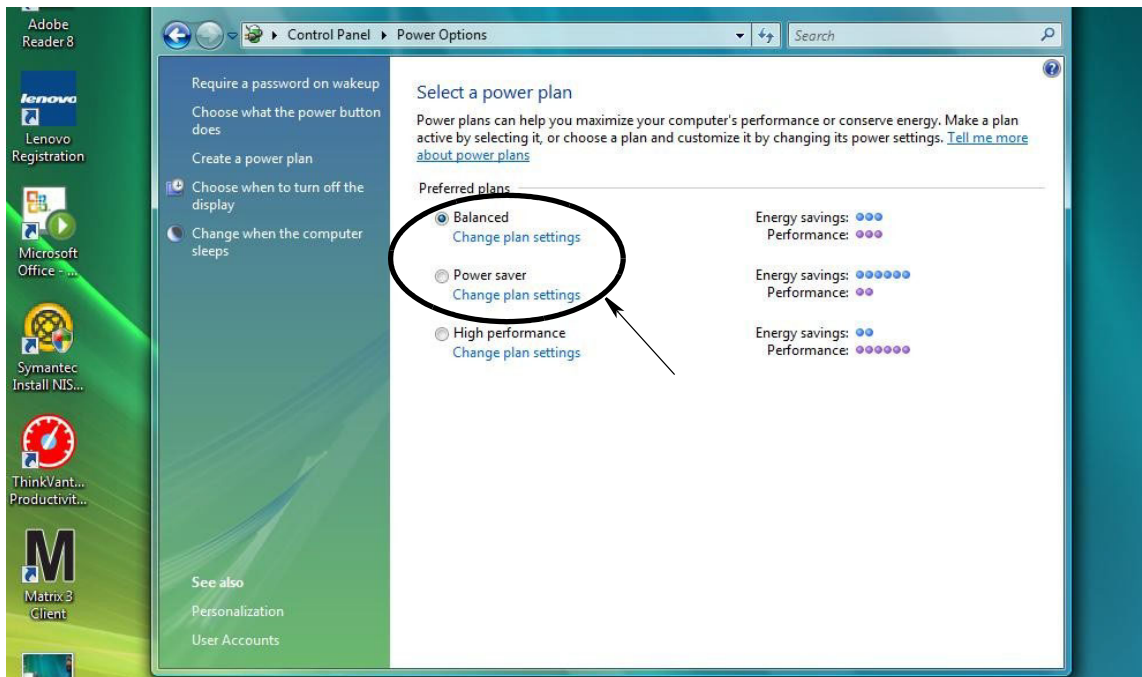

FIG. 34
3. Sélectionnez soit « Balanced » ou « Power Saver », puis cliquez sur le lien Change Plan Settings pour voir les options d'hibernation FIG. 34.